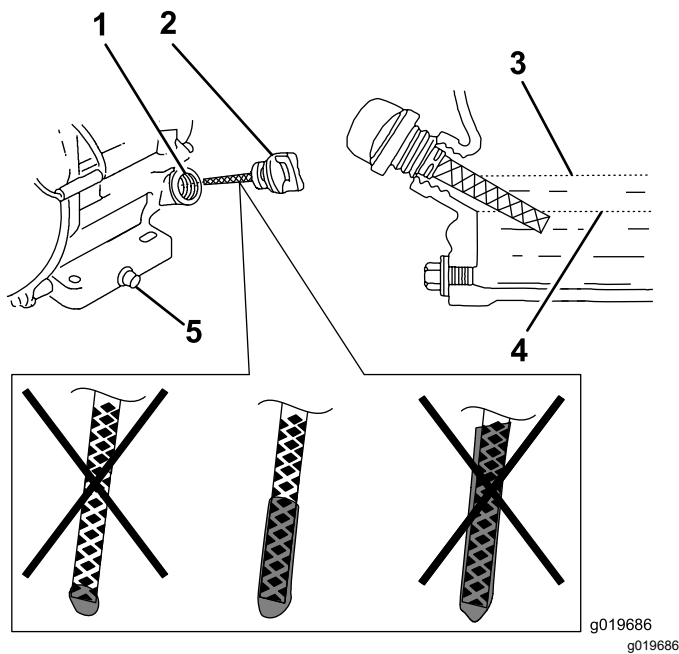

Figure 32
6. Ressortez la jauge et contrôlez le niveau d'huile moteur (Figure 32).